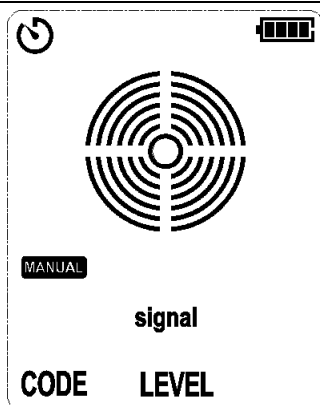

Figura 7.1.4a Nessun segnale rilevato
1. Premere brevemente il pulsante "AUTO/MANUALE" (modalità), quindi il display LCD visualizza "MANUALE", come mostrato nella Figura 7.1.4a.